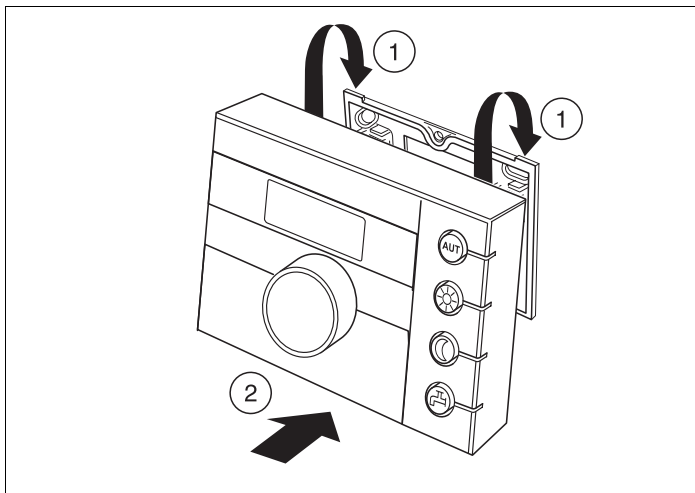

Fig. 4 Se agața termostatul de încăpere RC20
- Termostatul de încăpere RC20 se prinde pe placa de montare în direcția sageții (Fig. 4, Poz. 1).
- Termostatul de încăpere RC20 se apasă în direcția sageții deasupra plăcii de montaj până când se oprește (Fig. 4, Poz. 2).
- Termostatul de încăpere RC20 se desprinde pe dedebut (Fig. 4, **Poz. 2**) și se fixeaza deasupra.